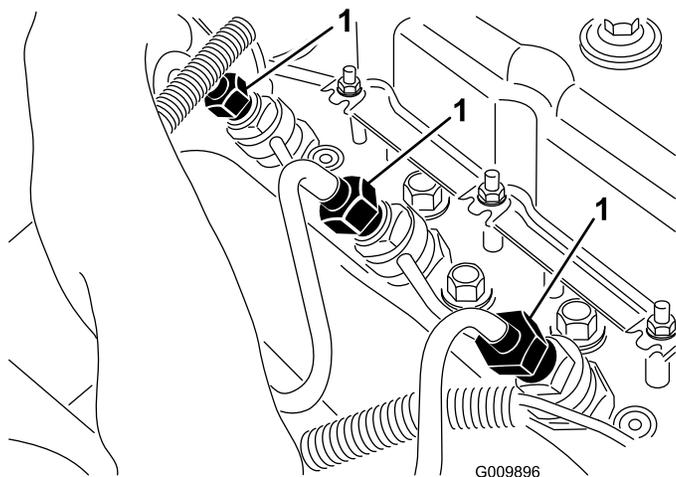

Figura 48
1. Afloje la conexión entre el tubo y uno de los inyectores de combustible (Figura 48).